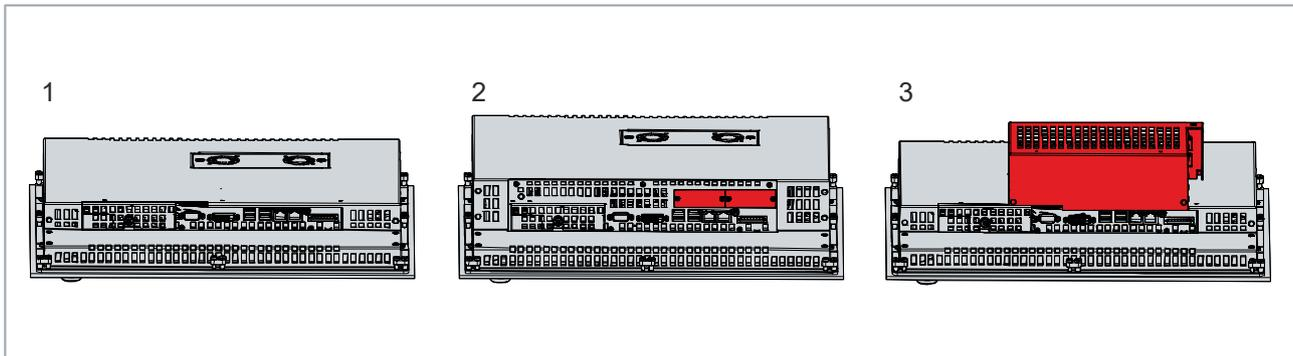

Abb. 1: Gegenüberstellung Geräteerweiterungen
Dadurch verändert sich die Tiefe der Rückwandhaube. Abbildung 1 stellt beispielhaft ein CP62xx ohne Erweiterung (1), mit PCIe-Modulslots (2) und mit PCI/PCIe-Steckkartenslots (3) gegenüber.